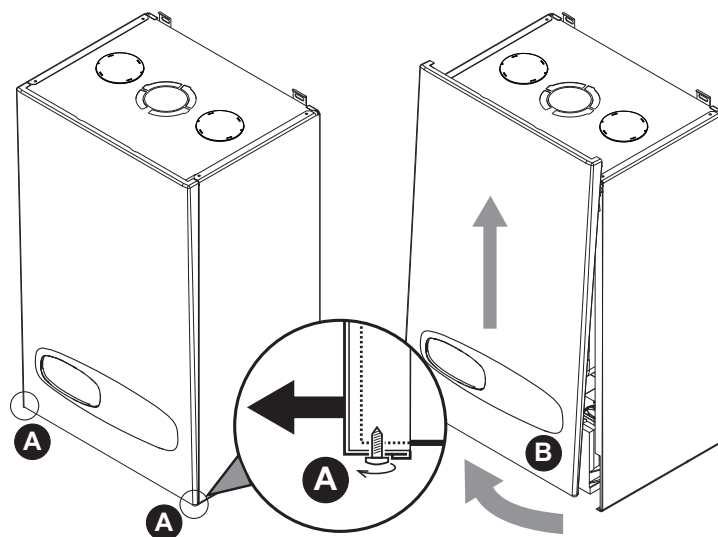

рис. 25 - Открытие передней панели
- Частично открутите винты **A** (см. рис. 25).